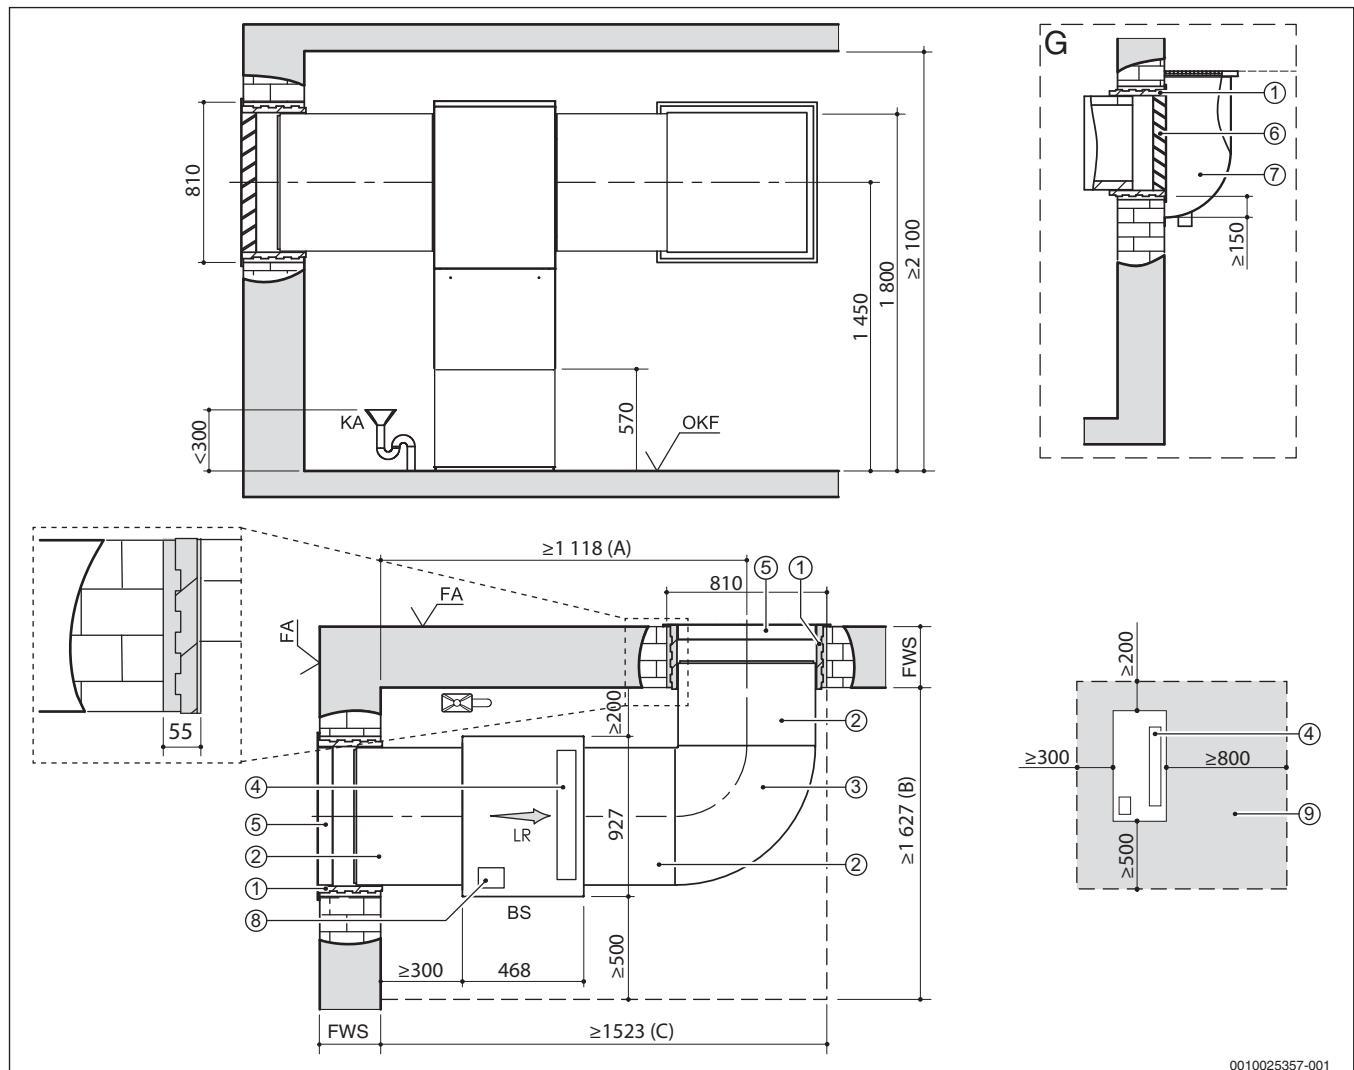

Bild 17 Aufstellplan für WLW196i-6/8 IR mit dem Luftkanalsystem 700 (alle Maße in mm)
- Im Aufstellraum muss ein Kondensatablauf vorhanden sein. Die Höhe des Anschlusses ist in den Aufstellplänen eingetragen ($\rightarrow$ Bild 17, Seite 8 und Bild 18, Seite 9).
- 1450 mm für Wärmepumpen mit 6/8 kW (→ Bild 17, Seite 8)
Legende für Bild 17 + Bild 18: